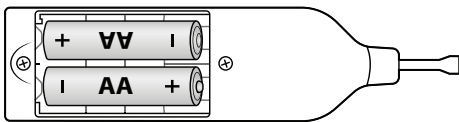

Abb. 1
- ◆ Legen Sie die Batterien, wie im Batteriefach **4** gekennzeichnet, in den Wachsschmelzer **1** ein (siehe Abb. 1).